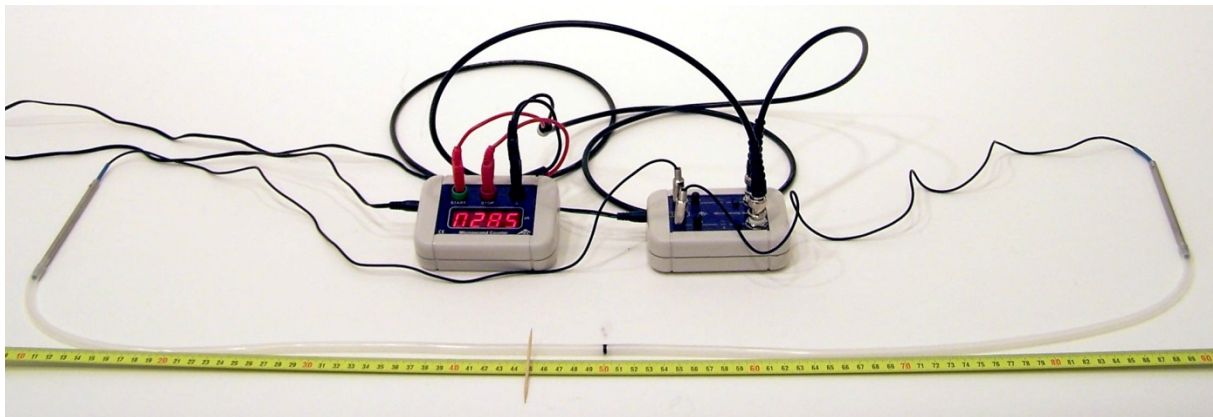

Fig. 1: Medição da diferença do tempo de percurso até duas sondas microfona com o contador de microssegundos.
- Inserir as sondas microfone respectivamente aprox. 1,5 cm para dentro das extremidades da mangueira de 1 m e posicioná-las junto com o metro de forma que o meio marcado da mangueira corresponda à marca de 50 cm do metro (fig. 1).